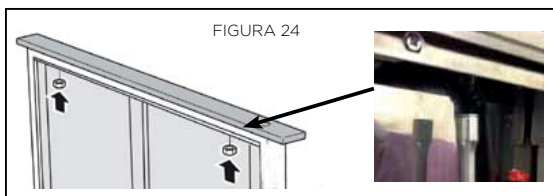

FIGURA 24
- Conecte la tira superior a la campana con tuercas por debajo de la tira superior a los tornillos en el extremo derecho e izquierdo para fijar la tira superior a la campana. Vea la FIGURA 24, utilice una llave de tuercas de 7 mm de tamaño.